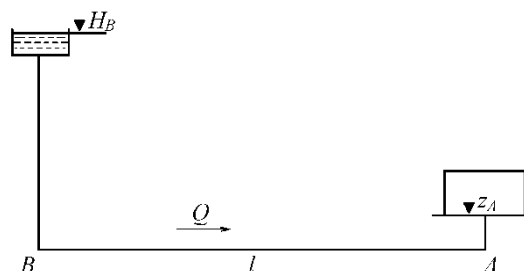

Рис. 2
- Определить диаметр трубопровода для подачи 15 л/с воды от водонапорной башни В до предприятия А (рис. 2) при длине трубопровода $l = 1000$ м, отметке уровня воды в башне $H_B = 32$ м, геодезической отметке в конце трубопровода $z_A = 2$ м и свободном напоре $H_{св} \geq 12$ м, если трубы: